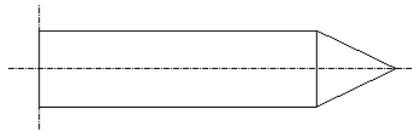

图 2.13.5 绘制图形
Step 3 单击“线链”按钮 **线**，绘制图 2.13.5 所示的图形。